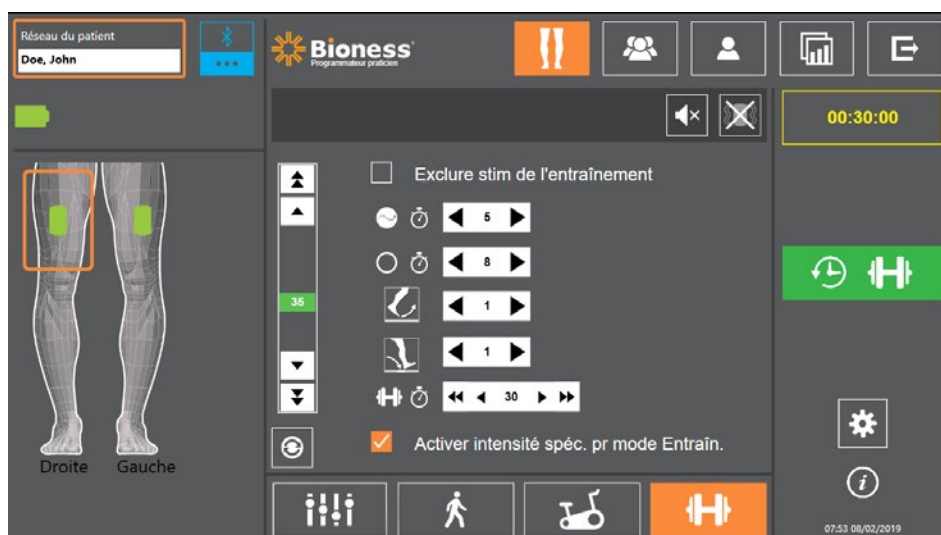

Figure 9-9 : Programmation de la stimulation, écran des réglages d'entraînement
2. L'écran des réglages d'entraînement s'ouvre. Reportez-vous à la figure 9-9.